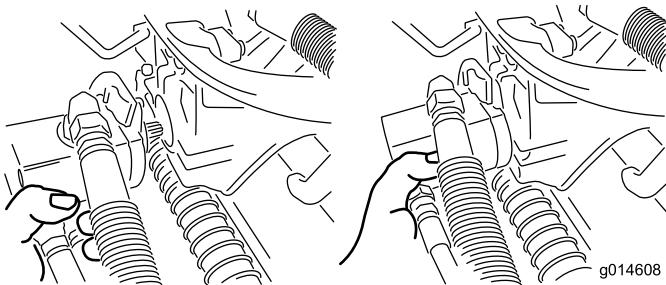

Рисунок 37
- 3. Переместите электродвигатель на место хранения на передней стороне рычага подвески (Рисунок 37).